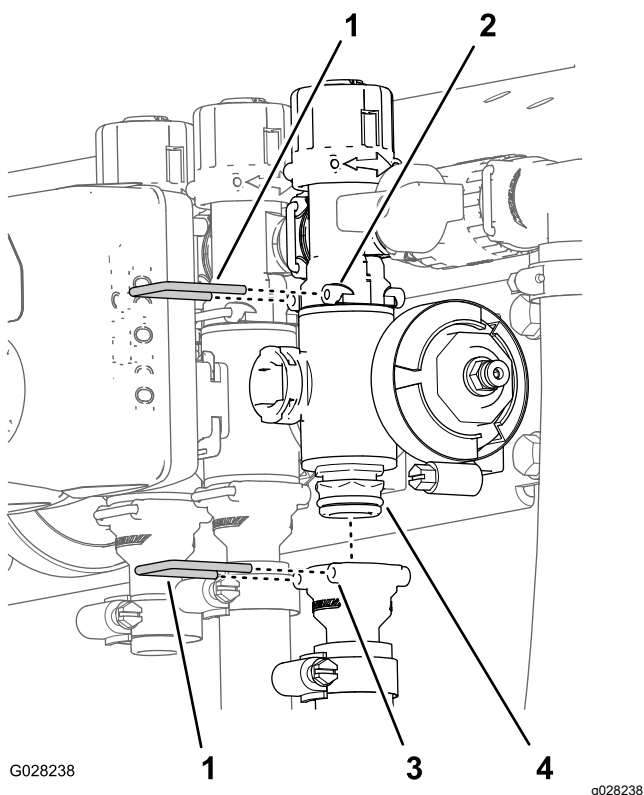

Figure 120
- Retirez les étriers qui fixent le raccord de sortie au collecteur de vanne de section et le collecteur de vanne au raccord de dérivation (Figure 120).